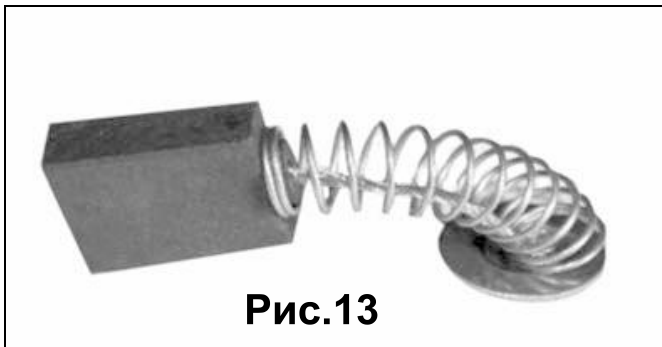

Рис.13
- Заменяйте угольные щетки (Рис. 13), когда они изношены до 4,8 мм их длины. Щетки необходимо менять парами.
- Для безопасной и надежной работы пилы, замену щеток (Рис. 13) проводите в сервисном центре.